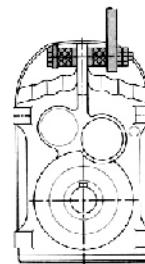

图20
- 4.5.2 EFA 系列平行轴斜齿轮减速机防转臂安装如图 20 所示。